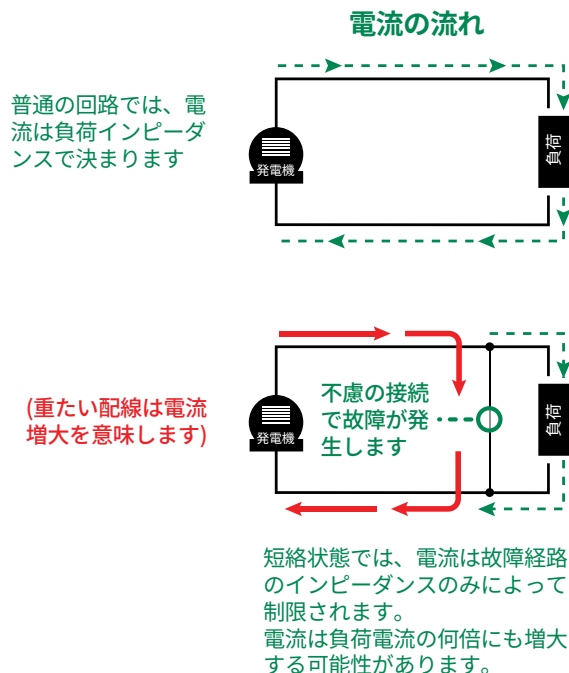

図 16 – 正常及び短絡における電流の流れ
**短絡** (図 16 を参照。) – 絶縁故障や機器接続不良によって発生する、通常の経路を外れた電流。短絡において、電流は通常の負荷を迂回します。この電流は負荷インピーダンスではなく、システムインピーダンス (AC 抵抗) によって決まります。短絡電流は僅かな値から 200,000A 以上まで発生する可能性があります。